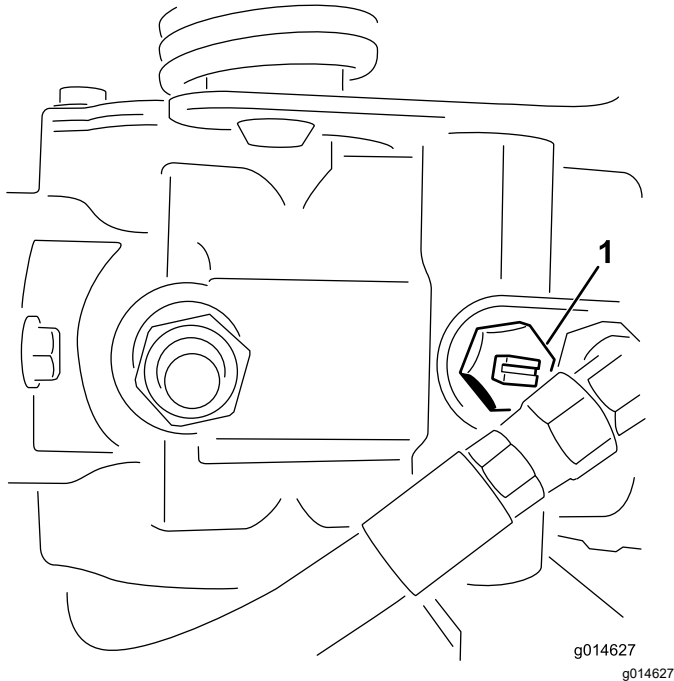

Figura 24
1. Localize a válvula de desvio na bomba e gire-a para que a fenda fique na vertical (Figura 24).
2. Antes de ligar o motor, feche a válvula de desvio girando-a de forma que a fenda fique na horizontal (Figura 24).